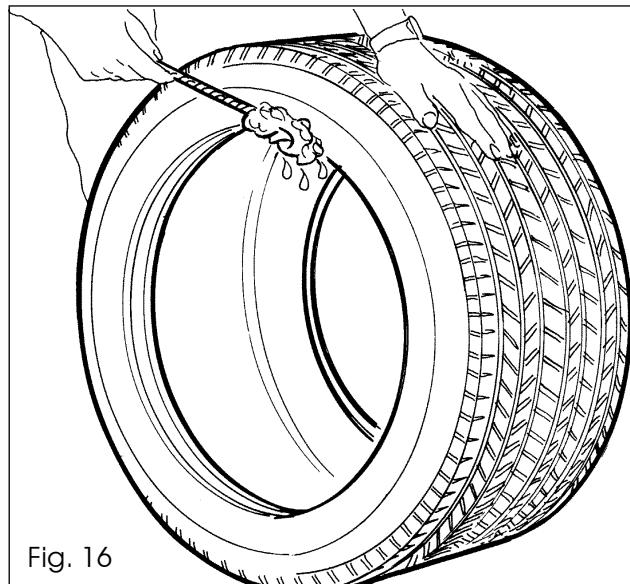

Fig. 16
- Avant de remonter le pneu, graisser abondamment toute la circonference des deux talons, en utilisant de la graisse pour caoutchouc agréée par le fabricant du pneu (Fig. 16). La graisse évite d'endommager les talons en cas de torsion et facilite le montage du pneu.